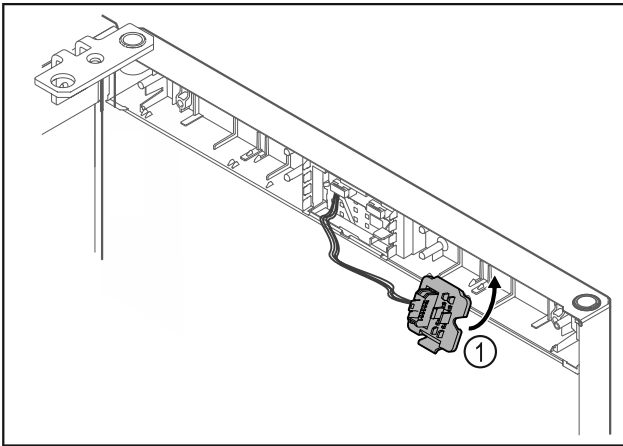

Fig. 17
- ▶ Paina pistokkeenpidin Fig. 17 (1) paikalleen vastakkaiselle puolelle.